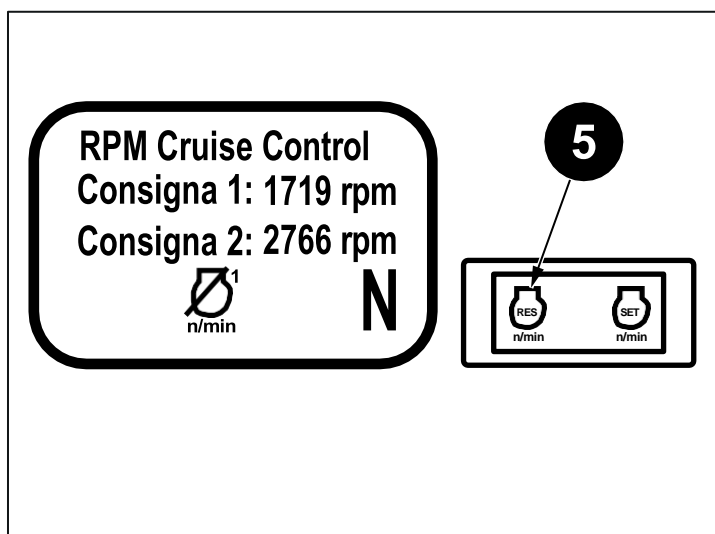

Fig. 4.25
- Pulse el botón "SET" (1) una vez (pulsación rápida), la consigna seleccionada comenzará a parpadear.
- Pulse el botón "SET" (1) una vez (pulsación rápida) para guardar el valor.
- Cuando termine, espere 5 segundos para volver a la pantalla principal. Para poder utilizar el CC, véase la Fig: 4.25.